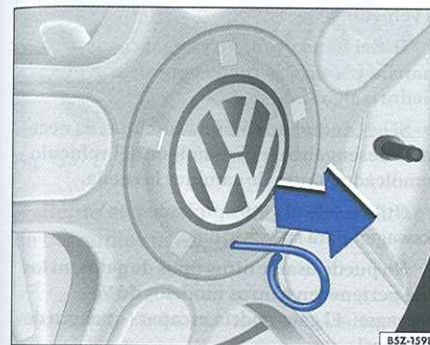

Fig. 131 Rueda de repuesto
- Inserte el gancho metálico en el orificio del tapacubo central ⇒ fig. 131.